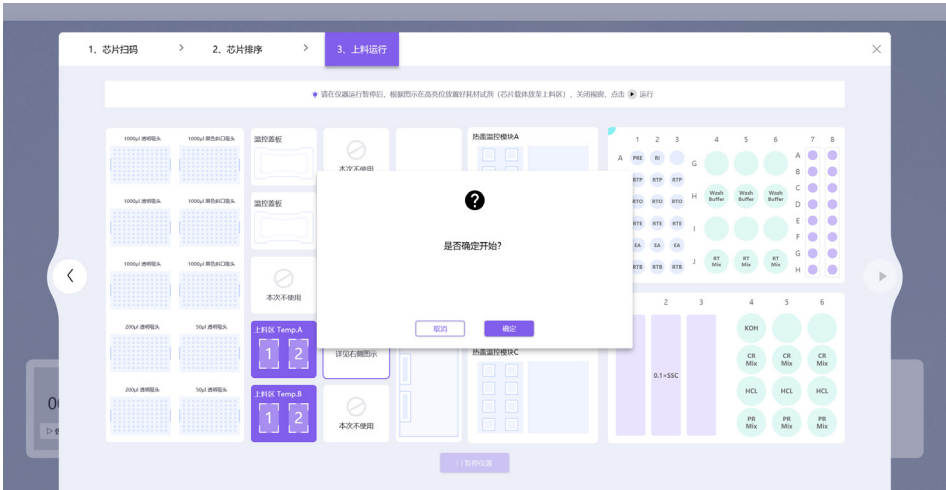

图 3-34 上料区 B 流程运行确认界面
- f. 载具放置完成后，点击下一步按钮，进入如图 3-34 所示界面，点击“确定”按钮，即可开始 B 模块的流程运行；